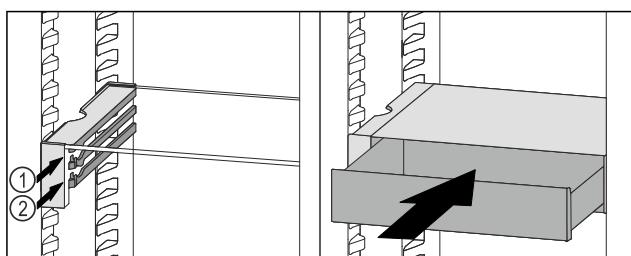

Fig. 105
- Stavite ladicu VarioSafe ukoso iza zaustavljača na željeni žlijeb Fig. 105 (1) ili Fig. 105 (2).